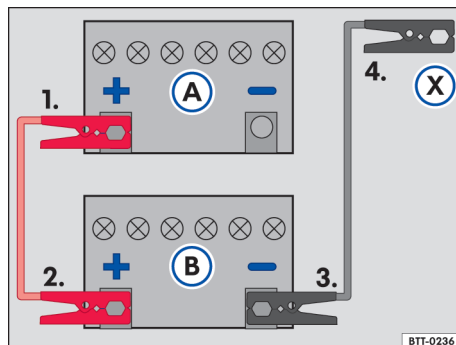

Fig. 150 Esquema para la conexión de los cables auxiliares de arranque: batería del vehículo descargada (A) y batería del vehículo que provee la corriente (B).
Legenda para → fig. 150:
- Conectar un extremo del cable auxiliar de arranque rojo al polo positivo → fig. 150 ⊕ del vehículo con la batería del vehículo descargada (A) → ⚠.
- Conectar el otro extremo del cable de arranque auxiliar *rojo* al polo positivo (+) de la batería del vehículo que suministra corriente (B).
- Conectar un extremo del cable de arranque auxiliar *negro* al polo negativo (-) de la batería que brinda corriente (B) al vehículo.
- Conectar el otro extremo del cable de arranque auxiliar *negro* (X) al vehículo con la batería del vehículo descargada en una pieza maciza de metal atornillada firmemente al bloque del motor o en el mismo bloque del motor - aunque no cerca de la batería (A) → ⚠.